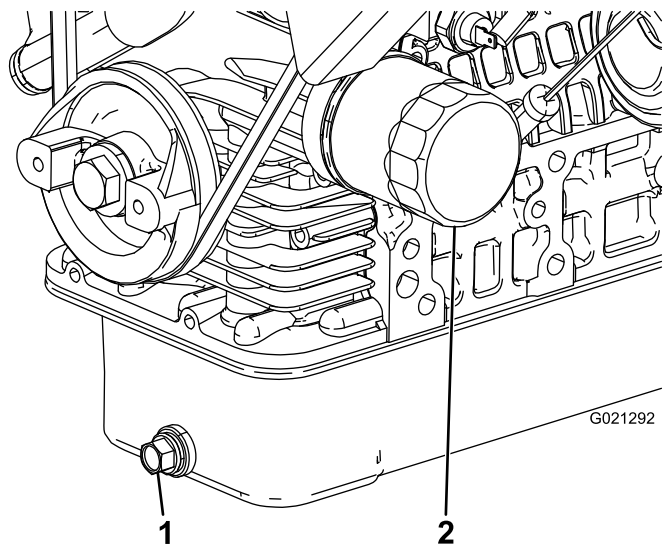

Figura 42
2. Togliere il tappo di spurgo e lasciare defluire l'olio in una bacinella (Figura 42). Quando l'olio cessa di defluire, rimontare il tappo.
3. Togliere il filtro dell'olio (Figura 42).